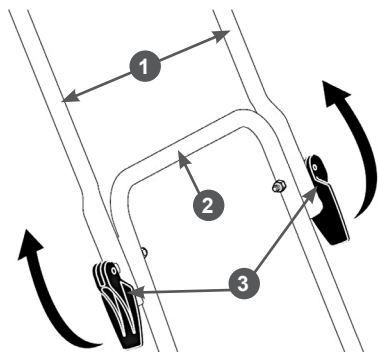

Рис. 5 Крепление верхней части рабочей рукоятки
5. Установите верхнюю часть рукоятки в рабочее положение. Поднимите верхнюю часть 1 рукоятки, выровняйте её в одной плоскости с нижней частью 2, затем затяните эксцентрик рычаги 3 (Рис. 5).